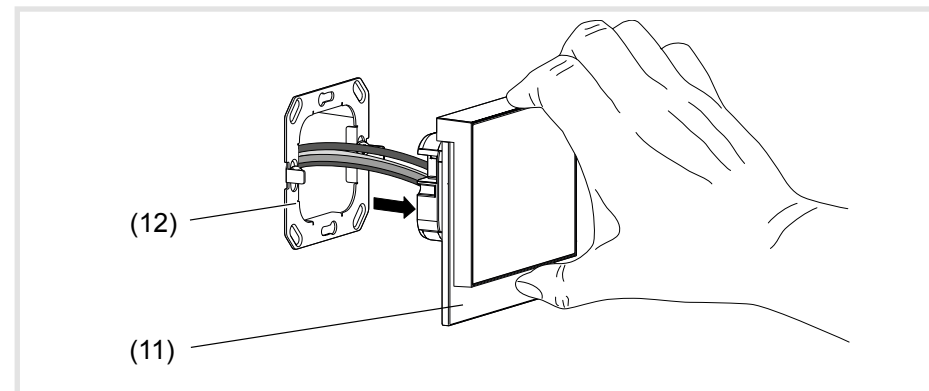

Figura 12: smontaggio
- Estrarre l'apparecchio dalla scatola da incasso (figura 12).
- La forza di tenuta delle molle di serraggio (16) deve essere superata.
- Premere leggermente verso l'interno gli elementi di fissaggio per la cornice design (15) ed estrarre la cornice design.